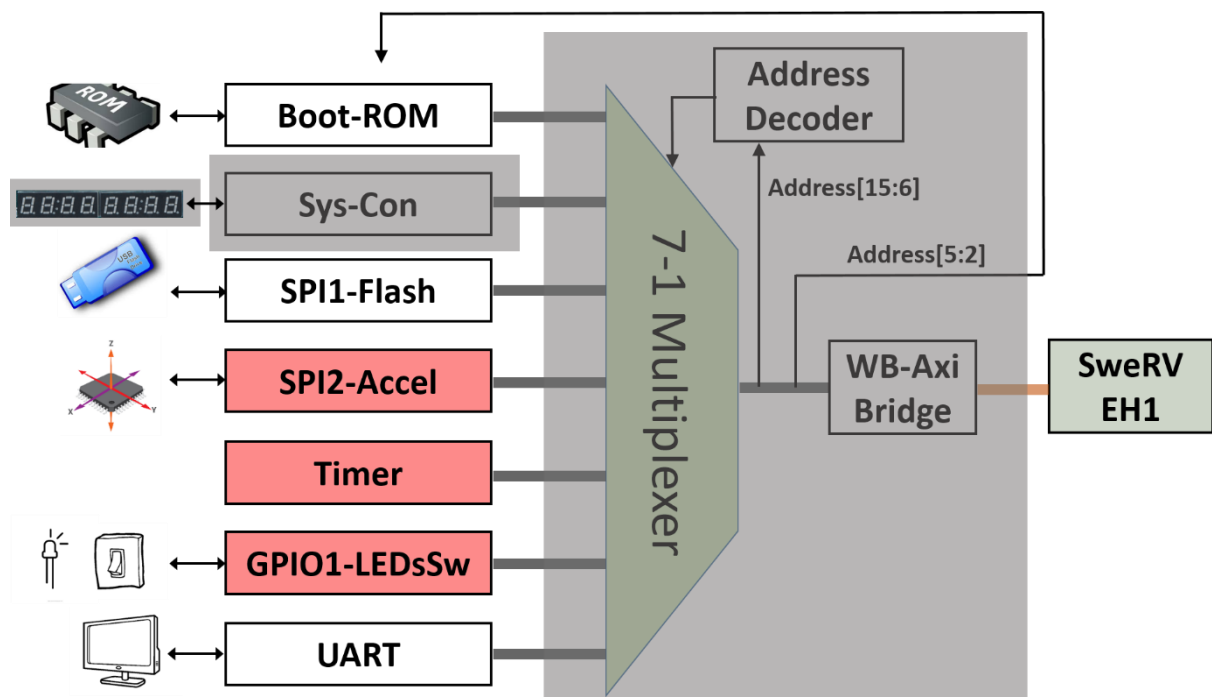
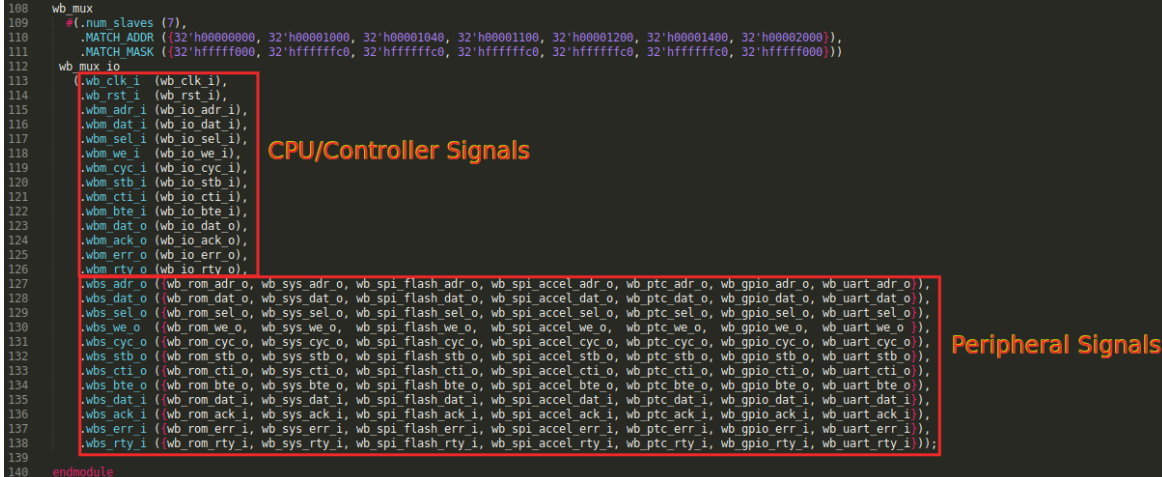

Figura 4. Análise do controlador de 8 dígitos de 7 segmentos em 3 fases
Figura 9. Multiplexer 7-1 que seleciona o periférico ligado ao CPU (ficheiro: *wb_intercon.v*).
1. Ligação entre o SoC e o dispositivo de E/S na placa (região sombreada à esquerda na Figura 4);
2. Integração do novo controlador, que está incluído dentro do controlador do sistema SweRVolfX contido no SoC (região sombreada do meio na Figura 4);
3. Ligação entre o novo controlador e o SweRV EH1 Core (região sombreada à direita na Figura 4).
Como descrito no Lab 6, os controladores do dispositivo estão ligados ao Core SweRV EH1 utilizando um multiplexer (ver Figura 4). Lembre-se que o multiplexer 7:1 (Figura 9) está implementado no ficheiro *[RVfpgaPath]/RVfpga/src/SweRVolfSoC/Interconnect/WishboneInterconnect/wb_intercon.v*, que é instanciado nas linhas 104-205 do ficheiro *[RVfpgaPath]/RVfpga/src/SweRVolfSoC/Interconnect/WishboneInterconnect/wb_intercon.vh*. Este último ficheiro está incluído na linha 168 do módulo **swervolf_core** localizado aqui: *[RVfpgaPath]/RVfpga/src/SweRVolfSoC/swervolf_core.v*.
O multiplexer seleciona qual periférico para ler ou escrever, ligando o CPU (sinais *wb_io_** – linhas 115-126 da Figura 9) com o barramento Wishbone de um periférico (linhas 127-138 da Figura 9), dependendo do endereço (linhas 110-111). Por exemplo, se o endereço gerado pelo CPU estiver na gama 0x80001000-0x8000103F, o System Controller é selecionado, e assim os sinais *wb_io_** serão ligados com os sinais *wb_sys_**.